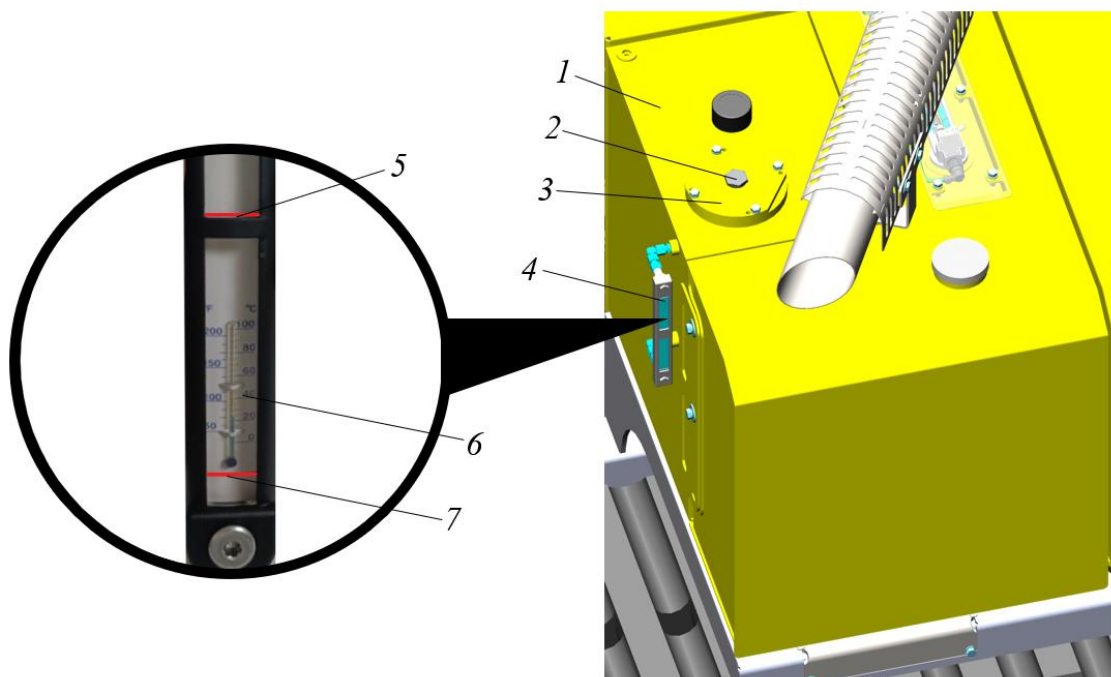

Рисунок 5.26. Процедура проверки уровня масла в гидравлическом баке
- ▶ Проверить уровень масла в гидравлическом баке 1 по измерительной линейке 4, см. рис. 5.26. Уровень масла в баке должен находиться между отметок минимального поз. 7 и максимального поз. 5 уровней. Если уровень масла ниже отметки минимум, необходимо произвести долив масла в бак.
- ▶ Ключом  на 41 Отвернуть пробку 2 на крышке фильтра сливной линии 3, предварительно очистив рабочую зону и область рядом с крышкой от загрязнений, рис. 5.26.